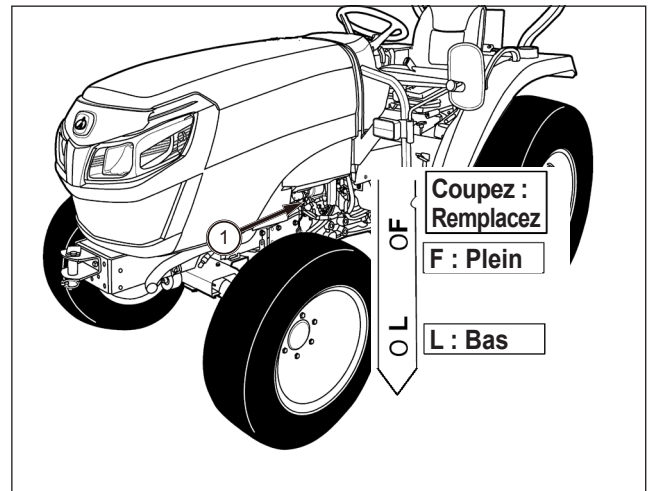

FIG. 105
FIG. 105 et TABLEAU 11 : emplacement général des points de lubrification, de remplissage et de vidange sur le tracteur :
FIG. 105 : pour vérifier le niveau d'huile moteur - Garez le tracteur sur un sol plat. Assurez-vous d'avoir laissé suffisamment refroidir le moteur avant de le vérifier. Sortez la jauge (1) et vérifiez que le niveau d'huile se situe entre la marque en haut (F) et la marque en bas (L) de la jauge. Essuyez la jauge, replacez-la momentanément dans le moteur et contrôlez à nouveau le niveau d'huile. Si le niveau d'huile est supérieur à l'encoche sur la jauge, remplacez immédiatement l'huile afin d'éviter des problèmes au moteur.